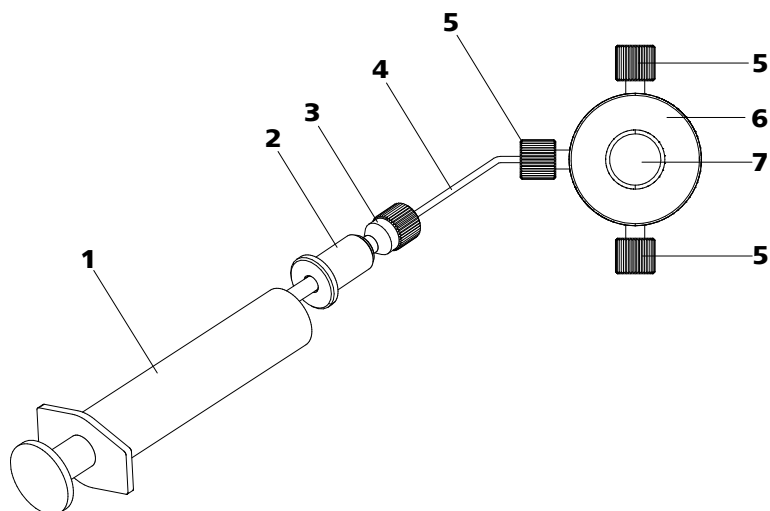

Figura 17 Eliminar o ar da bomba de alta pressão
Elimine o ar da bomba de alta pressão da seguinte forma (ver figura 17, página 40):
- Inserir a seringa (17-**1**) na conexão (17-**2**) Luer (*ver figura 17, página 40*).